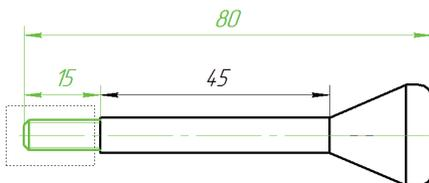

Рис. 2.23
Измените длину гладкого цилиндрического участка детали с 15 мм (рис. 2.23) до 10 мм. Для этого:
- Выделите рамкой область размера 15 (рис. 2.23).